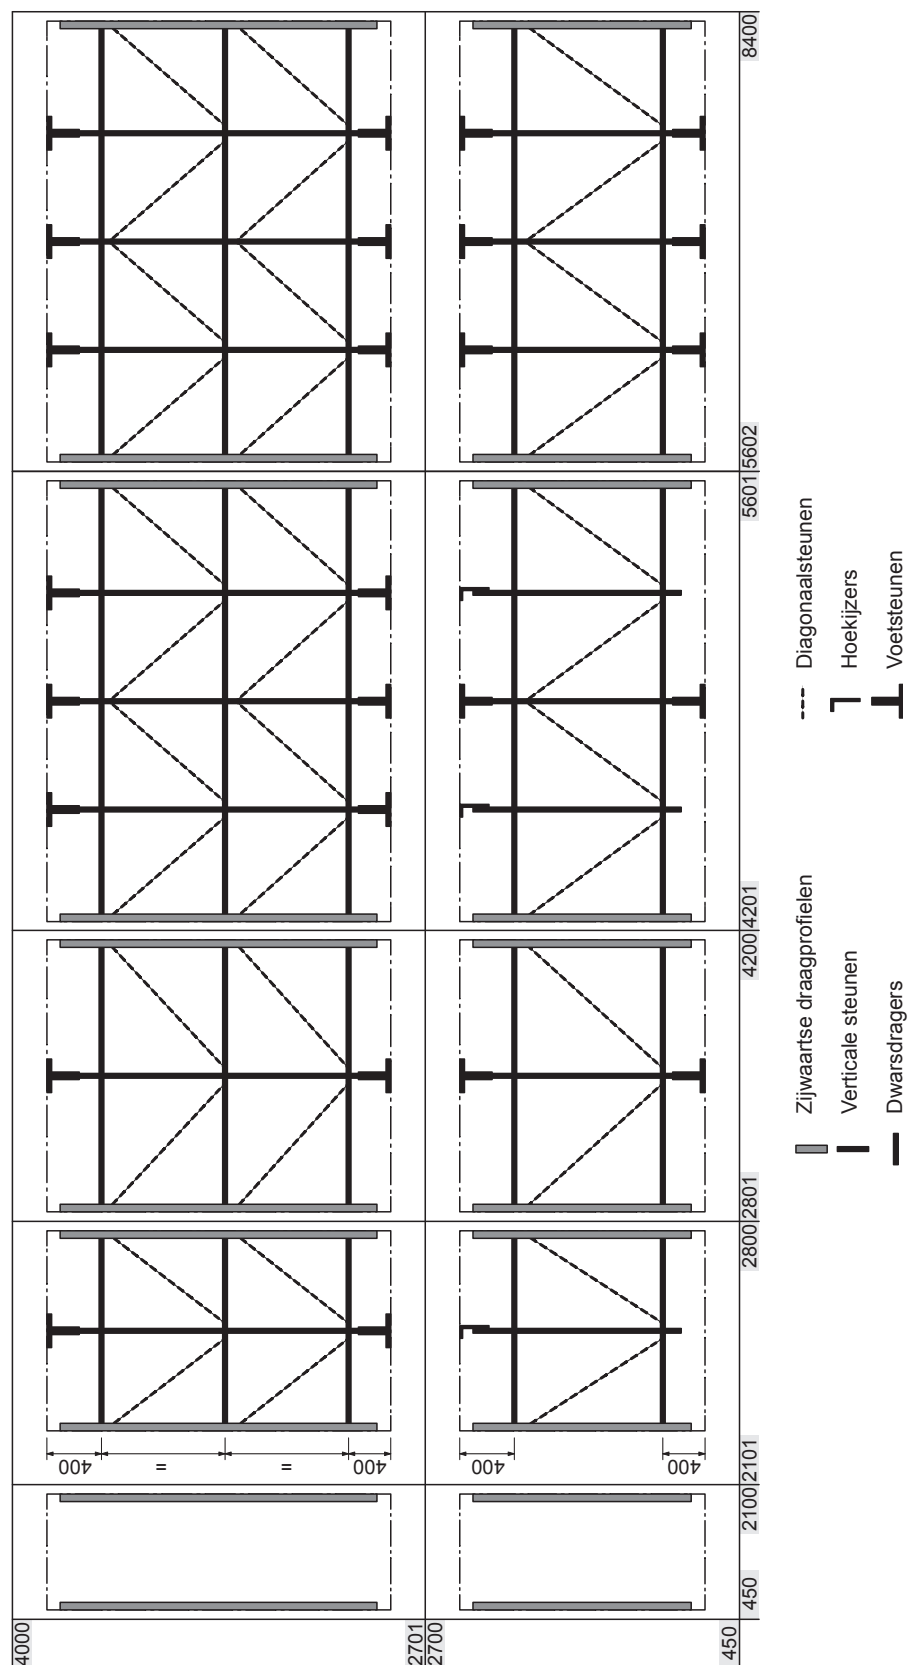

Fig. 4: Overzicht van de frameconstructies van de naverdamper (binnenmaten kanaal in mm)
Belangrijk: bij systemen met een breedte van >2.800 mm worden enkele of alle verticale steunen van de naverdampingsunit met speciale steunpoten aan het kanaalplafond en aan de kanaalbodem bevestigd (zie Fig. 4). Bij systemen met een breedte van >4.500 mm wordt bijkomend ook de verticale steun van de verstuurunit met een steunpoot op de kanaalbodem bevestigd (zie Fig. 24). Zorg ervoor dat het montageoppervlak waarop de steunpoten aan de kanaalbodem (of in het reservoir) en aan het kanaalplafond worden bevestigd, met geschikte dwarsbalken verstevigd worden.
8. Diagonaalsteunen monteren (zie ook het overzicht van de frameconstructies in Fig. 4):